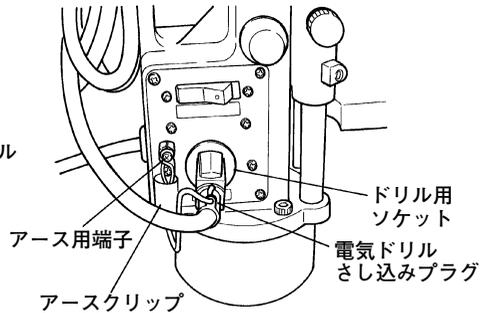

図 7
- (2) 電気ドリルのさし込みプラグをドリル用ソケットにさし込み、アースクリップをアース用端子に取付けます。(図7)